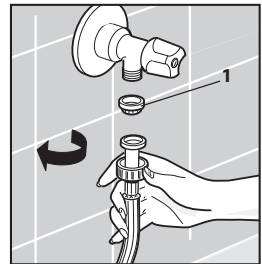
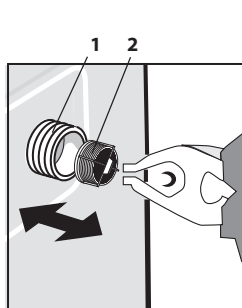

Abbildung 20
Abbildung 21
Das Sieb Nr. 1 zwischen dem Zulaufschlauch und dem Wasserhahn (Abb. 20), sowie das Sieb Nr. 2 in der Verschraubung des Elektroventils 1 (Abb. 21) sind fürs Aufhalten von mechanischen Verunreinigungen (Sandkörner, Metallspann u. ä.) bestimmt. Die Siebe sollten mindestens einmal im Jahr gereinigt werden.
- Schrauben Sie den Zulaufschlauch vom Wasserhahn ab (Abb. 20);
- Nehmen Sie das Sieb Nr. 1 mit der Hand aus dem Zulaufschlauch heraus (Abb. 20);
- Nehmen Sie das Sieb Nr. 2 aus der Verschraubung am Elektroventil mithilfe einer Pinzette oder einer Zange heraus (Abb. 21);